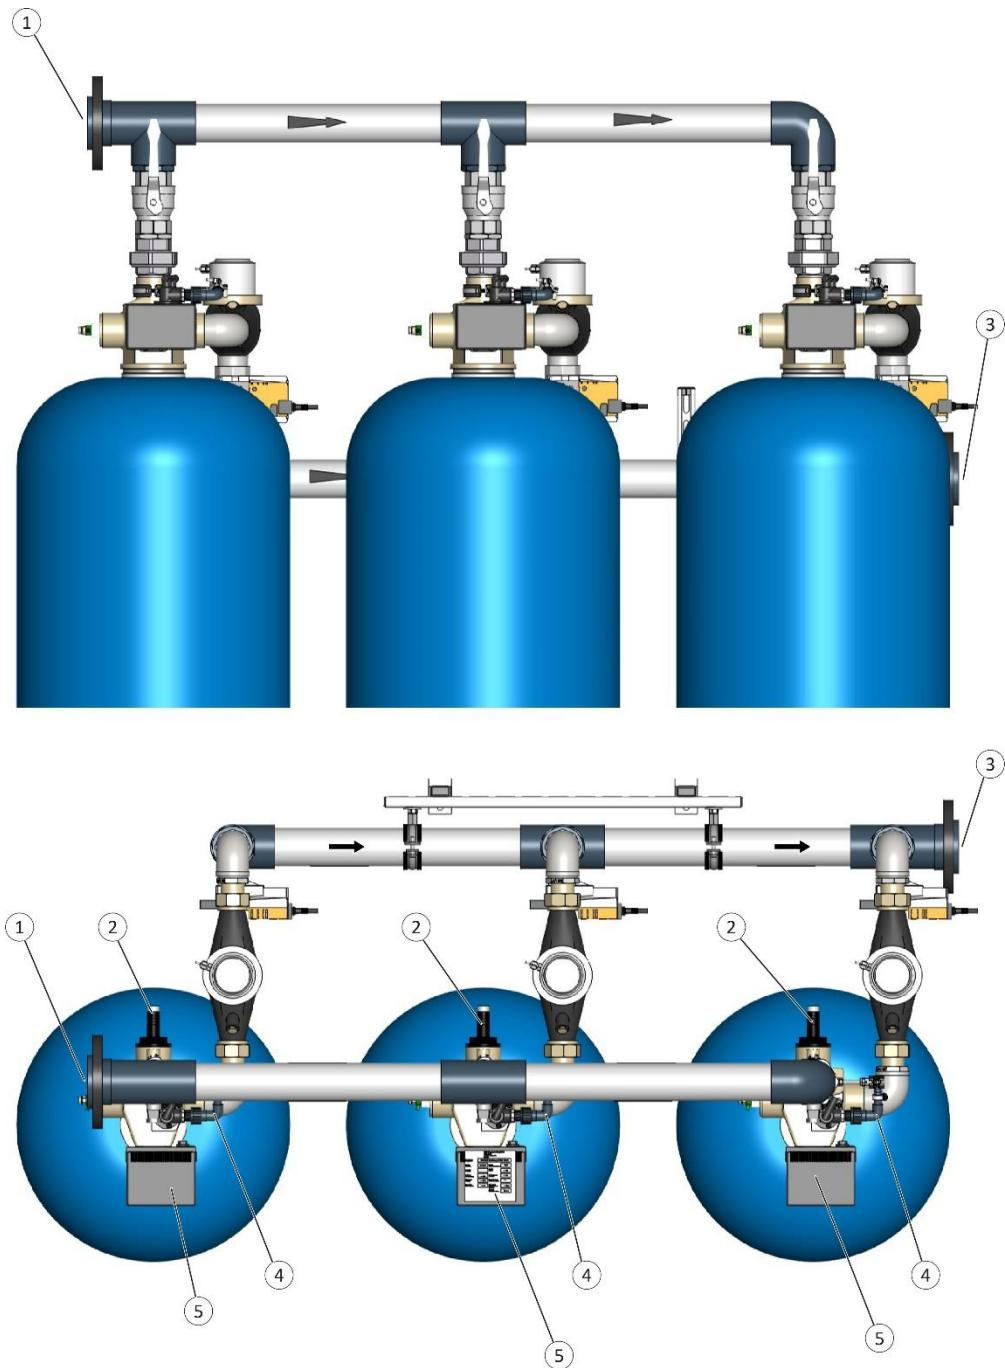

Abb. 24: Anlagenverrohrung (Oben: Ansicht von vorne; Unten: Ansicht von oben)
- Die drei Zentralsteuerventile der Austauscherbehälter sind durch die mitgelieferte Kunststoffverrohrung spannungsfrei miteinander zu verbinden (siehe Abb. 24).
- Verbindende Rohrleitung inkl. Absperrventile über die Verschraubung mit dem Hartwassereingang des Zentralsteuerventils verbinden (siehe Abb. 24).
- Verbindende Rohrleitung inkl. Kontaktwasserzähler und Kugelhähne über die Verschraubung mit dem Weichwasserausgang des Zentralsteuerventils verbinden (siehe Abb. 24).